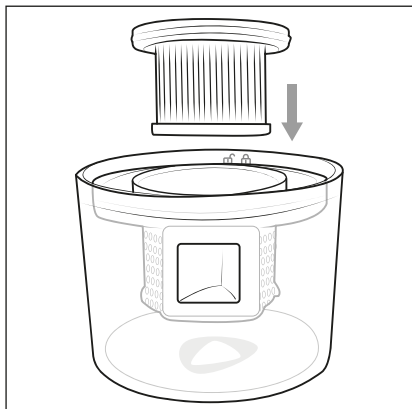

Bild 8
7) Sätt HEPA-filtret **5** i dammfiltret **6** (bild 8).